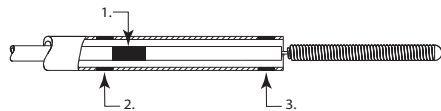

Figura 2
8. Continuați să avansați spirala detașabilă Axiom™ Prime până când marcajul de aliniere a spiralei de pe tubul de împingere a implantului este aproape distal față de marcajul proximal al microcateterului (a se vedea Figura 2).